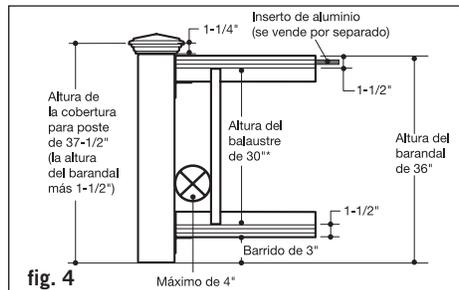

fig. 4
Étape 9 : Vérifiez les exigences du code de la construction pour l'espacement maximum entre la surface de la terrasse et le bas de la traverse (balayage). Un espacement de 3 po est recommandé, mais peut être plus ou moins élevé si les codes le permettent (figure 4). On peut utiliser les balustres composites ou les balustres ronds d'aluminium pour les cales à votre goût. Coupez deux cales à la hauteur voulue et placez-les à égale distance de chaque poteau. Si vous utilisez des cales de balustres composites, collez-les à la traverse du bas avec de la colle de construction. Si vous utilisez des cales de balustres ronds d'aluminium, attachez les FastBalls à la traverse du bas et les cales de manchon sur les FastBalls. (Reportez-vous à la figure 1)
Étape 10 : Placez la traverse du bas entre les poteaux. Marquez les emplacements des vis du manchon de poteau avec la fixation comme guide et pré-percez utilisant un foret de 1/8 po. Installez la fixation au poteau avec (4) vis de 2 po de long à une extrémité de la traverse du bas. Mettez la traverse du bas à niveau et répétez les marques, puis pré-percez le manchon du poteau pour l'autre extrémité. Installez au poteau avec (4) vis de 2 po de long.
Étape 11 : Déterminez la longueur des balustres (figure 4). La figure 4 montre comment établir la taille d'une rampe de 36 po de haut. Commencez avec un balayage de 3 po plus 1 1/2 po pour la traverse du bas, 30 po de la hauteur de balustre plus 1 1/2 po pour la traverse du haut est égal à une hauteur de balustre de 36 po. Si ce sont les dimensions que vous allez utiliser, coupez les balustres à 30 po de long en utilisant une scie à onglet. Les traverses de 42 po utilisent des balustres de 36 po.
Si vous désirez avoir votre rampe à une hauteur différente, utilisez la figure 4 comme outil de planification pour déterminer la hauteur de coupe des manchons de poteaux et des balustres. Remarque : Utilisez une fixture pour assurer une longueur constante (+/- 1/16 po).